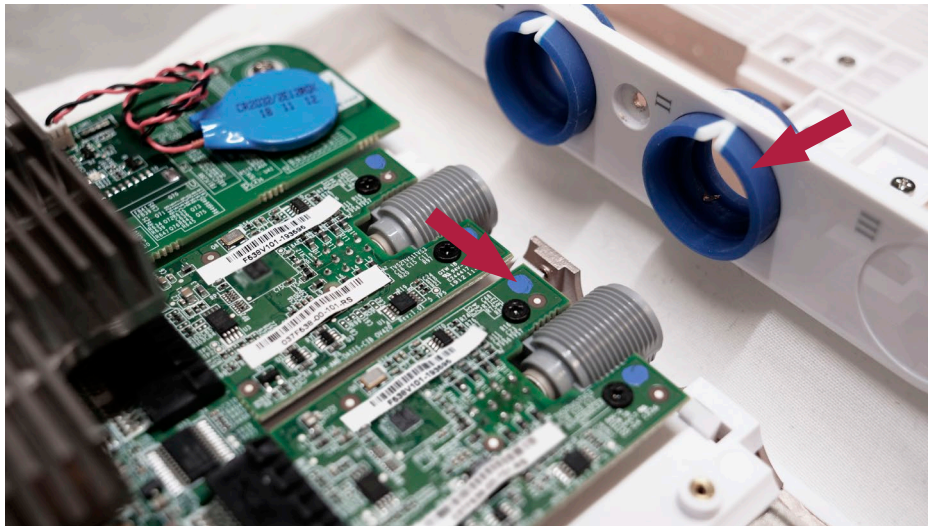

Abbildung 19 Die Farbmarkierung auf der VDI-Karte muss mit dem Farbring übereinstimmen
- f) Achten Sie darauf, dass die Farbe auf dem Farbring mit der Farbe auf der Anzeige der VDI-Karte übereinstimmt (siehe Abbildung 19)
- Beim erneuten Anbringen der rückseitigen Verkleidung ist darauf zu achten, dass die farbigen Punkte auf den VDI-Karten (Abbildung 19) mit den Farben der Farbringe, an denen sie angebracht werden, übereinstimmen.